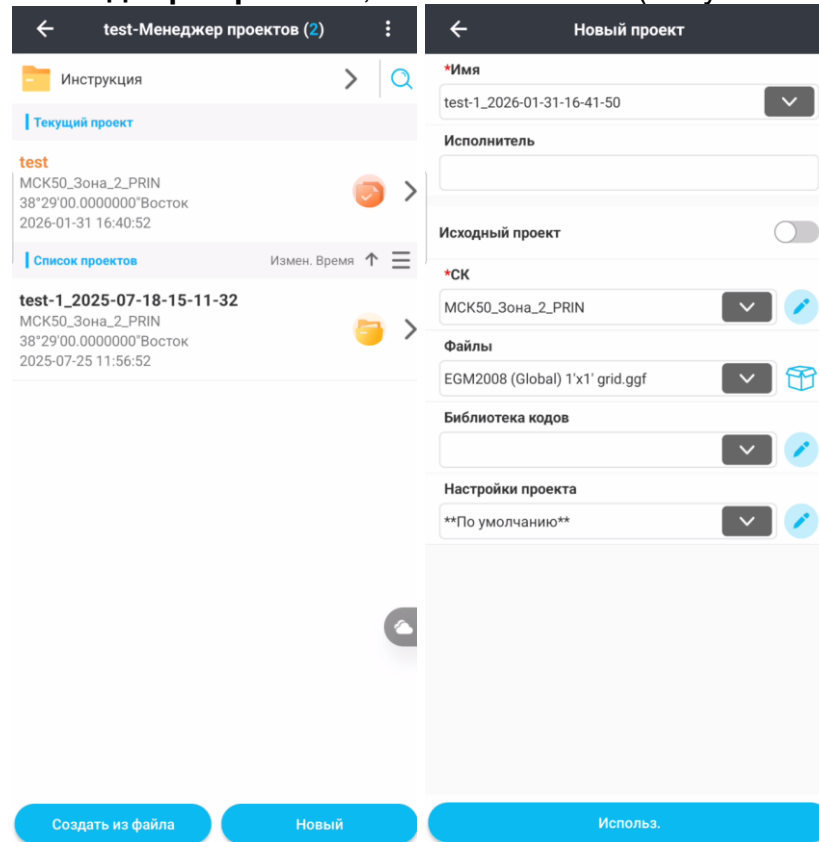

Рисунок 3.1.4
1. Находясь в **Менеджере проектов**, нажмите **Новый** (Рисунок 3.1.4).
Информация о Проекте и редактирование (аналогично меню создания Рисунок 3.1.4)